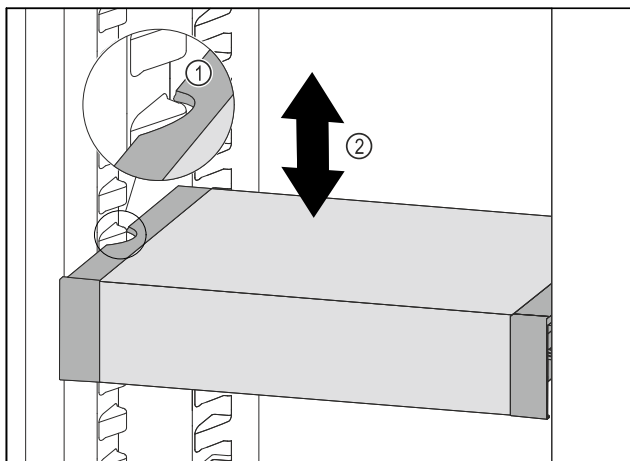

Fig. 116
- ▶ Tirer le VarioSafe vers l'avant jusqu'à ce que les encoches latérales du VarioSafe soient à la hauteur de la nervure du bac dans la partie réfrigérateur. Fig. 116 (1)
- ▶ Déplacer le VarioSafe vers le haut ou vers le bas dans la partie réfrigérateur jusqu'à ce que la hauteur souhaitée soit atteinte. Fig. 116 (2)